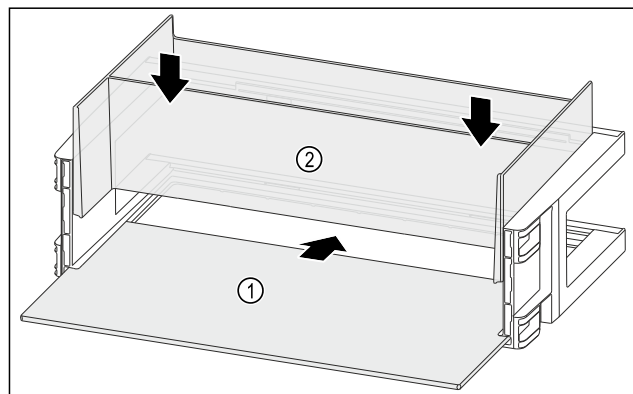

Fig. 146
- Insérer la tablette de rangement Fig. 146 (1) dans les évidements latéraux.
- Installer l'Organizer Fig. 146 (2).